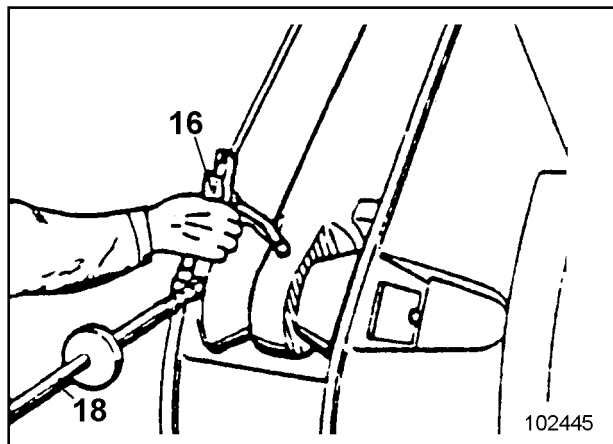
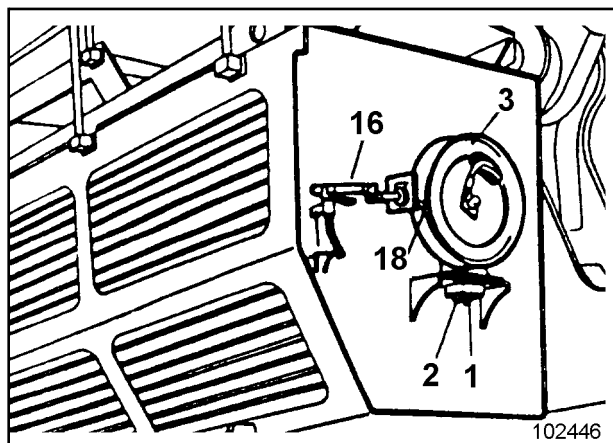

Fig. 8
Fig. 9
Die Schmierstellen (Fig. 8) müssen mit der Schmierpistole (16, Fig. 8 und 9) oder mit einer Fettpresse regelmäßig abgeschmiert werden.
- Taster (1, Fig. 9) am Klemmkasten unterhalb des Schlauchaufrollers (3) betätigen. Die Kontrollleuchte (2) leuchtet auf.
- Schmierpistole (16) aus der Halterung (17) nehmen und mit dem Schlauch (18) vom Schlauchaufroller (3) ziehen.
Auf dem Schlauchaufroller (3) befinden sich ca. 10 m Schlauchlänge. Diese Schlauchlänge reicht aus, um bei auf dem Boden aufgesetzter Ausrüstung die manuellen Schmierstellen (Fig. 8) mit der Schlauchpistole zu erreichen.
Der Schlauch wird durch kurzes ruckartiges Ziehen wieder automatisch auf den Schlauchaufroller (3, Fig. 9) aufgerollt.